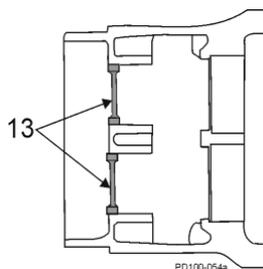

Abbildung 45 - Ausbau der hinteren Öldichtungen
- Drücken Sie die beiden hinteren Öldichtungen im Getriebegehäuse (Abbildung 45, Pos. 13) heraus und entsorgen Sie sie.